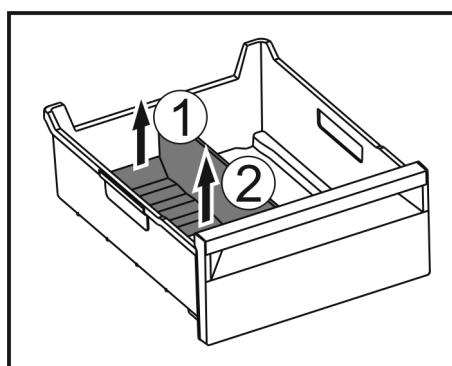

Fig. 168
- Dvignite zadnji del pregrade predala za led. Fig. 168 (1)
- Pregrado predala za led odstranite navzgor. Fig. 168 (2)